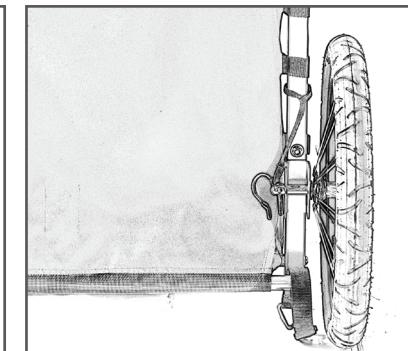

図10
- ホイールが使用位置になるよう、スタブ車軸を穴全体にスライドさせます(図10)。